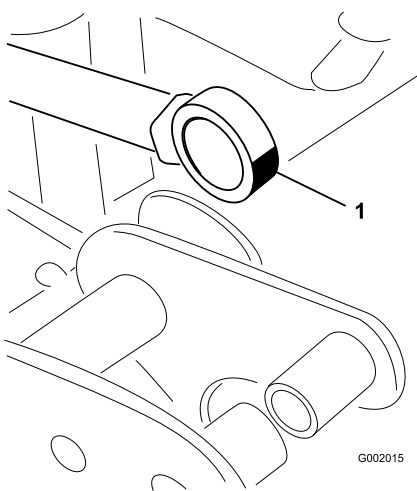

図 44
5. アクチュエータ・ロッドのベアリング端部を動かしながらベアリング内部にグリスを注入する(図 44)。はみ出したグリスはふき取る。